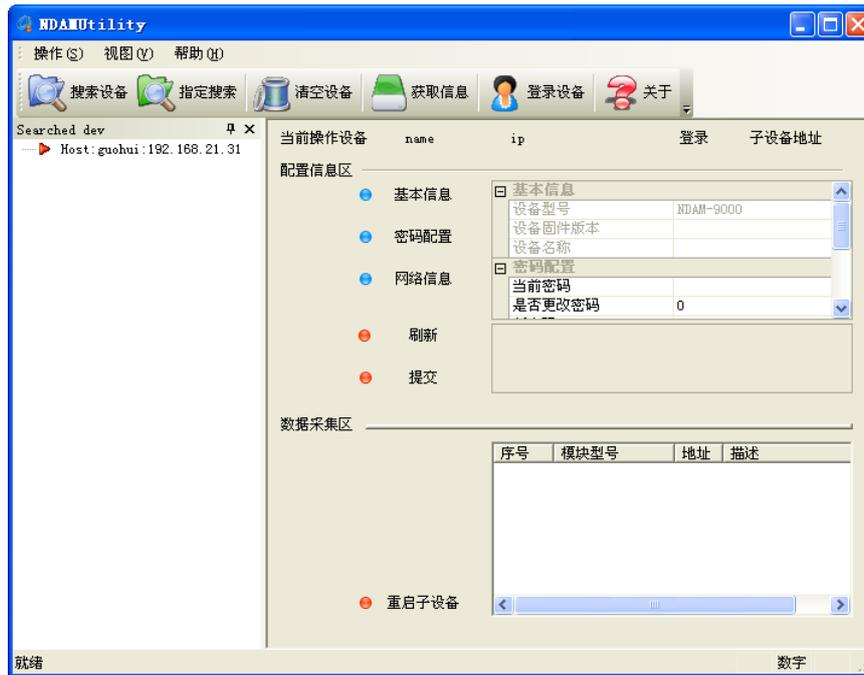

图 3.2 NDAM 配置软件界面
- 1) 在 PC 机上安装 NDAM 系列配置软件 NDAMUtility，其运行界面如图 3.2 所示；